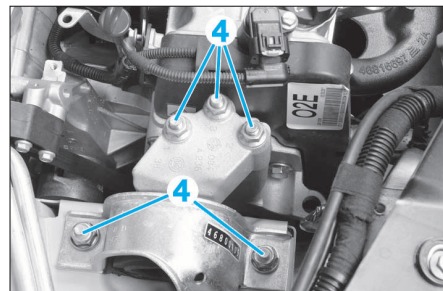

FIG. 34
- De chaque côté, déposer les vis de fixation (4) (Fig.34 et 35).